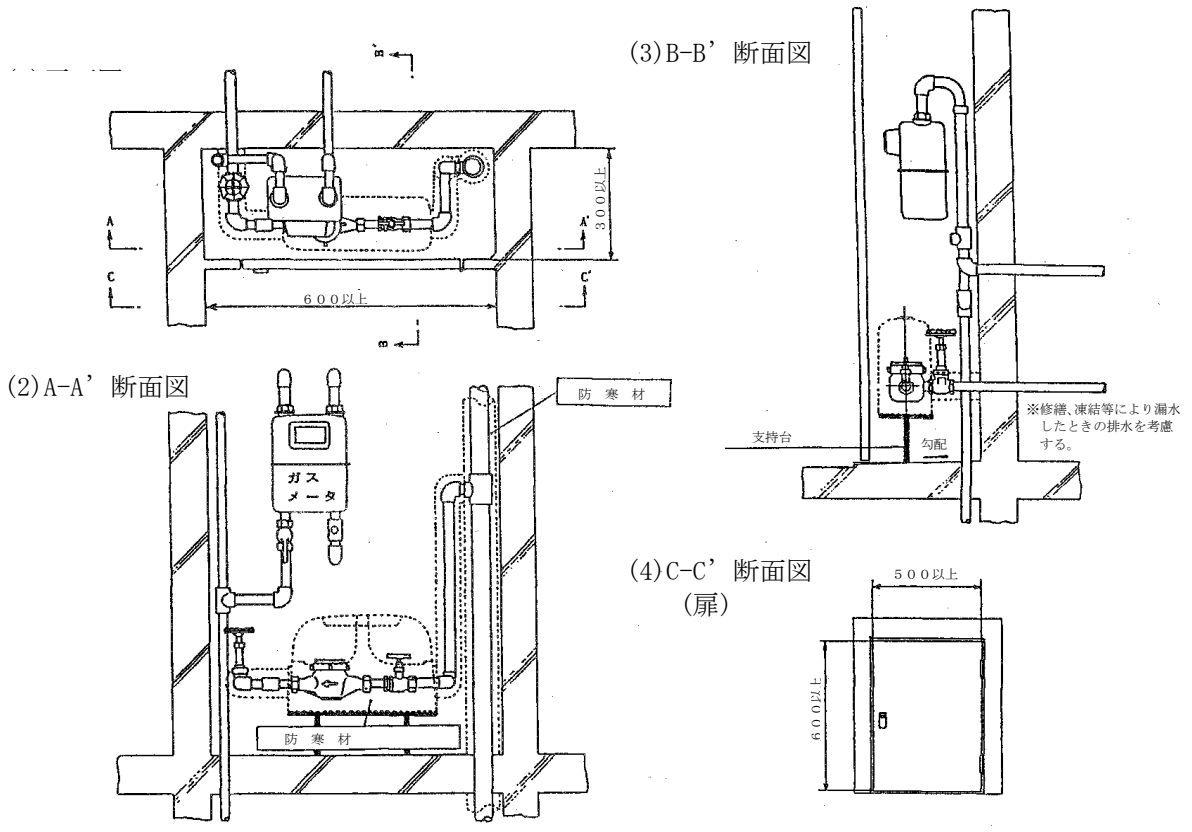
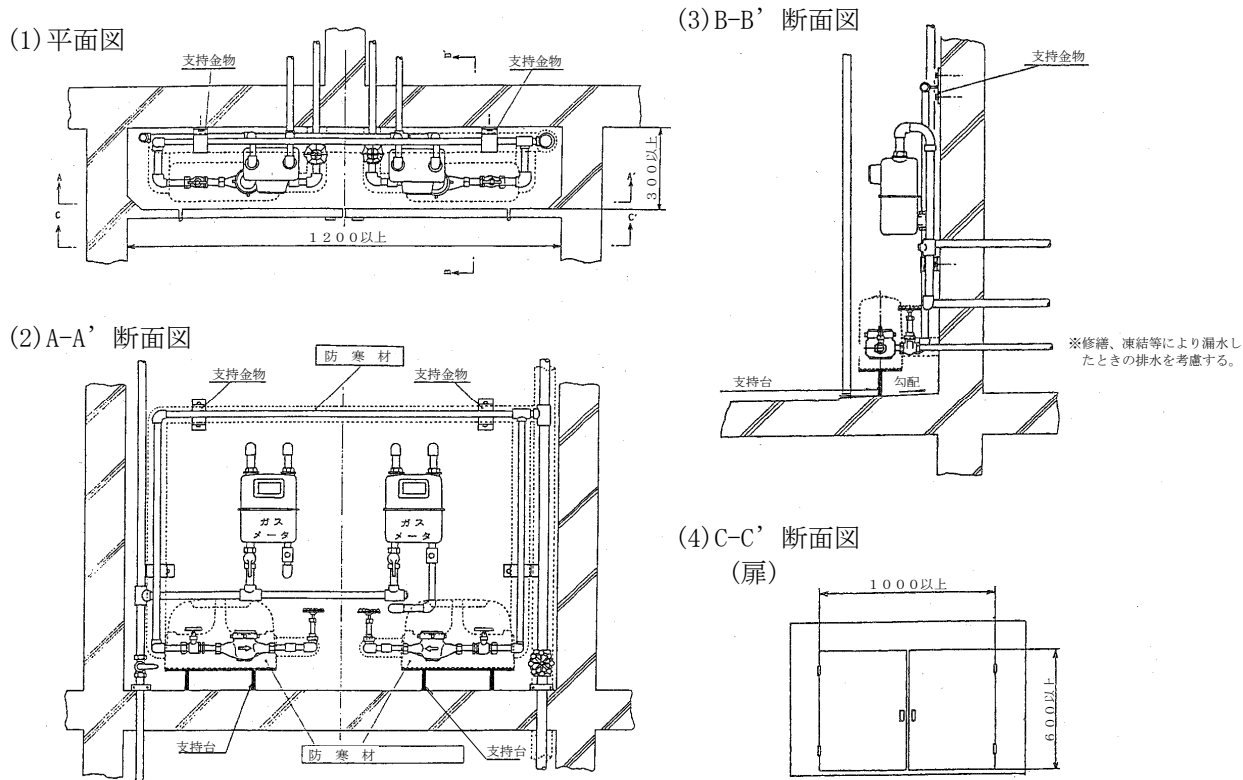

図 3.6.2 量水器室及び扉の標準寸法 (量水器 1 個の場合)
図 3.6.4 量水器室及び扉の標準寸法（量水器 2 個並列の場合）
- 9) パイプシャフト内に量水器を設置する場合は維持管理性を考慮し、図 3.6.2～図 3.6.4に示す必要寸法を確保すること。